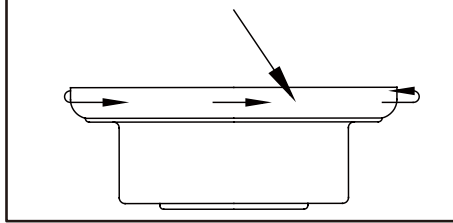

Figura 5
1. Retira el aro de la cubierta, girando el aro a la derecha hasta que se libere. (Figura 5)
1. Retire el anillo de la marquesina girandolo hacia la deracha hasta que se desenganche. (Figura 5)